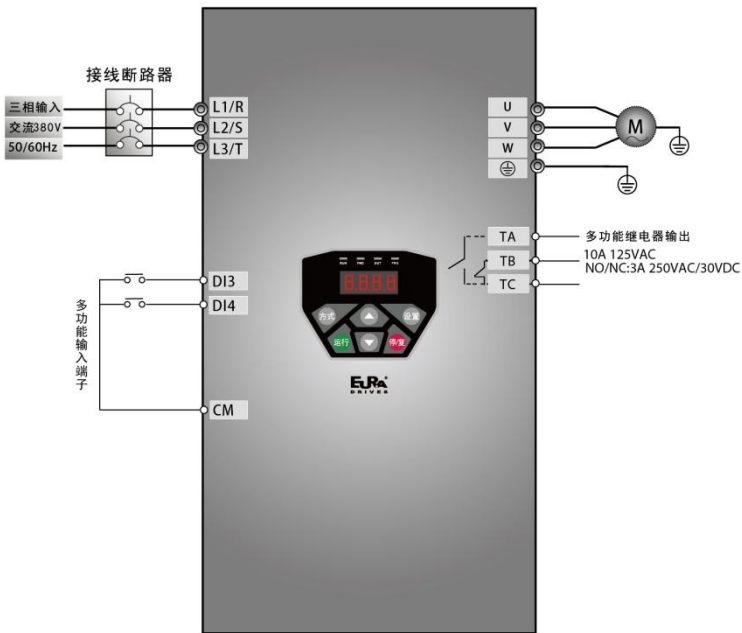

图 5-2 接线图 2
(1) 按图 5-2 配线, 检查接线正确后, 合上空气开关, 变频器上电;